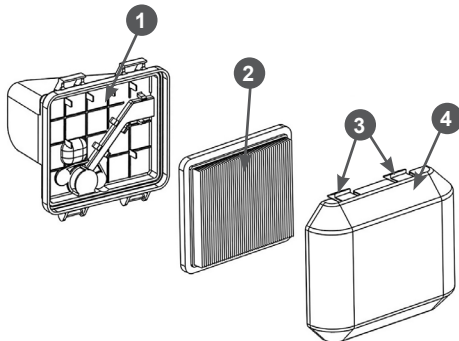

Рис. 17 Обслуживание воздушного фильтра
1. Нажмите на фиксаторы 3 и снимите крышку 4 воздушного фильтра (Рис. 17).
2. Извлеките бумажный фильтрующий элемент 2 (Рис. 17).
5. Произведите очистку крышки 4 воздушного фильтра и корпуса 1, не допуская попадания пыли и грязи в воздухопровод, ведущий к карбюратору (Рис. 17).